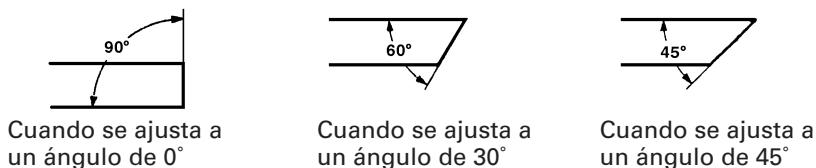

Fig. 7
4. Corte a ángulos (Figs. 7 y 8).
Afloje los dos pernos de cabeza hueca hexagonal M10 en el tornillo de banco (B), y luego ajuste la superficie de trabajo en la mordaza de tornillo a cualquiera de los ángulos de 0°, 30° ó 45°, tal como se indica en la Fig.7.